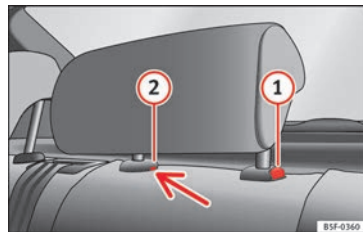

Bild 146 Bakre nackskyddet i mitten: Frigöringspunkt
- För att sänka ner nackskyddet, tryck på knappen ① » bild 146 och för det neråt.
- Tryck in knapp ① » bild 146 samtidigt som du trycker på säkerhetshålet ② » bild 146 med en maximalt 5 mm bred, platt skruvmejsel och ta bort nackskyddet.